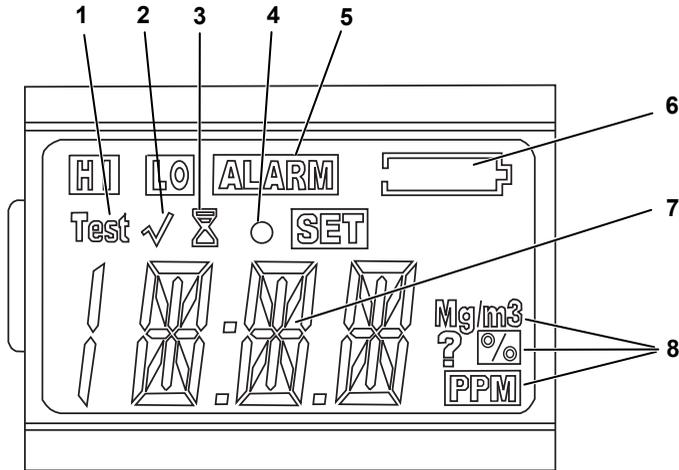

Bild 2 Display
- solange die Batteriewarnanzeige (Pos. 6 in Bild 2) nicht erscheint **und**